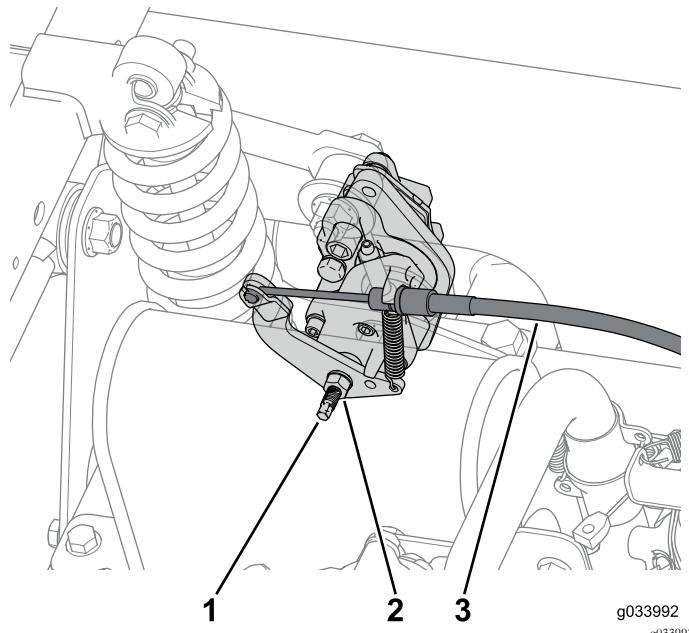

Figura 61
- Afloje la contratuerca y gire el tornillo de ajuste 2 vueltas en sentido antihorario en las dos pinzas de freno traseras (Figura 61).
- Desconecte el cable del freno de estacionamiento de cada pinza de freno (Figura 61).